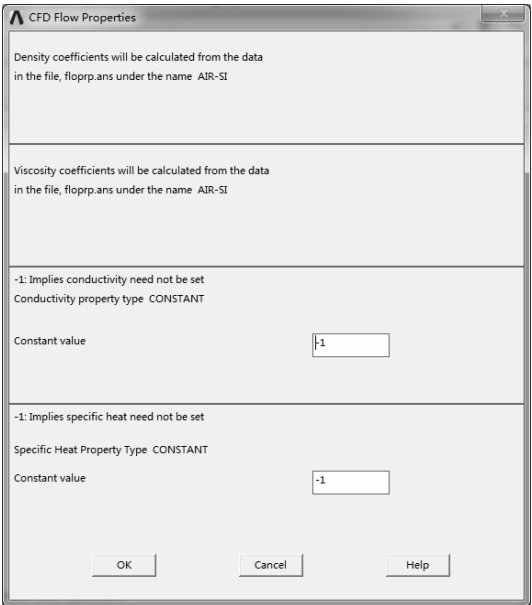

图 10-100 “CFD Flow Properties” 对话框
2) 系统弹出 “CFD Flow Properties” 对话框，保持默认，如图 10-100 所示。单击 “OK” 按钮完成。